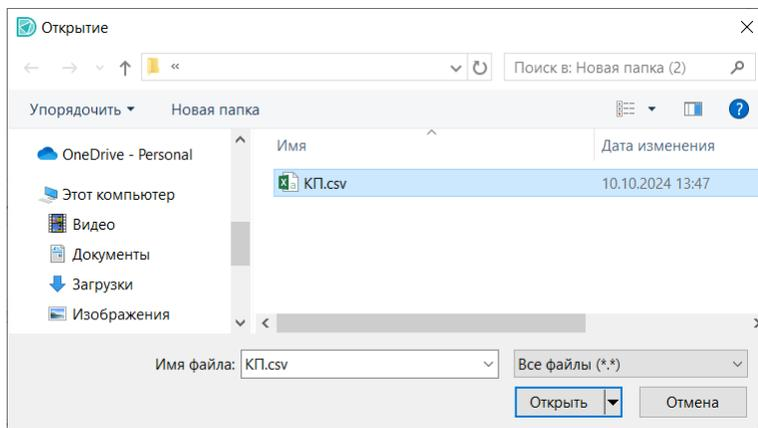

Рис. 108 Выбор csv –файла
3. Выберите в окне проводника нужный csv-файл и нажмите «Открыть», см. Рис. 108.